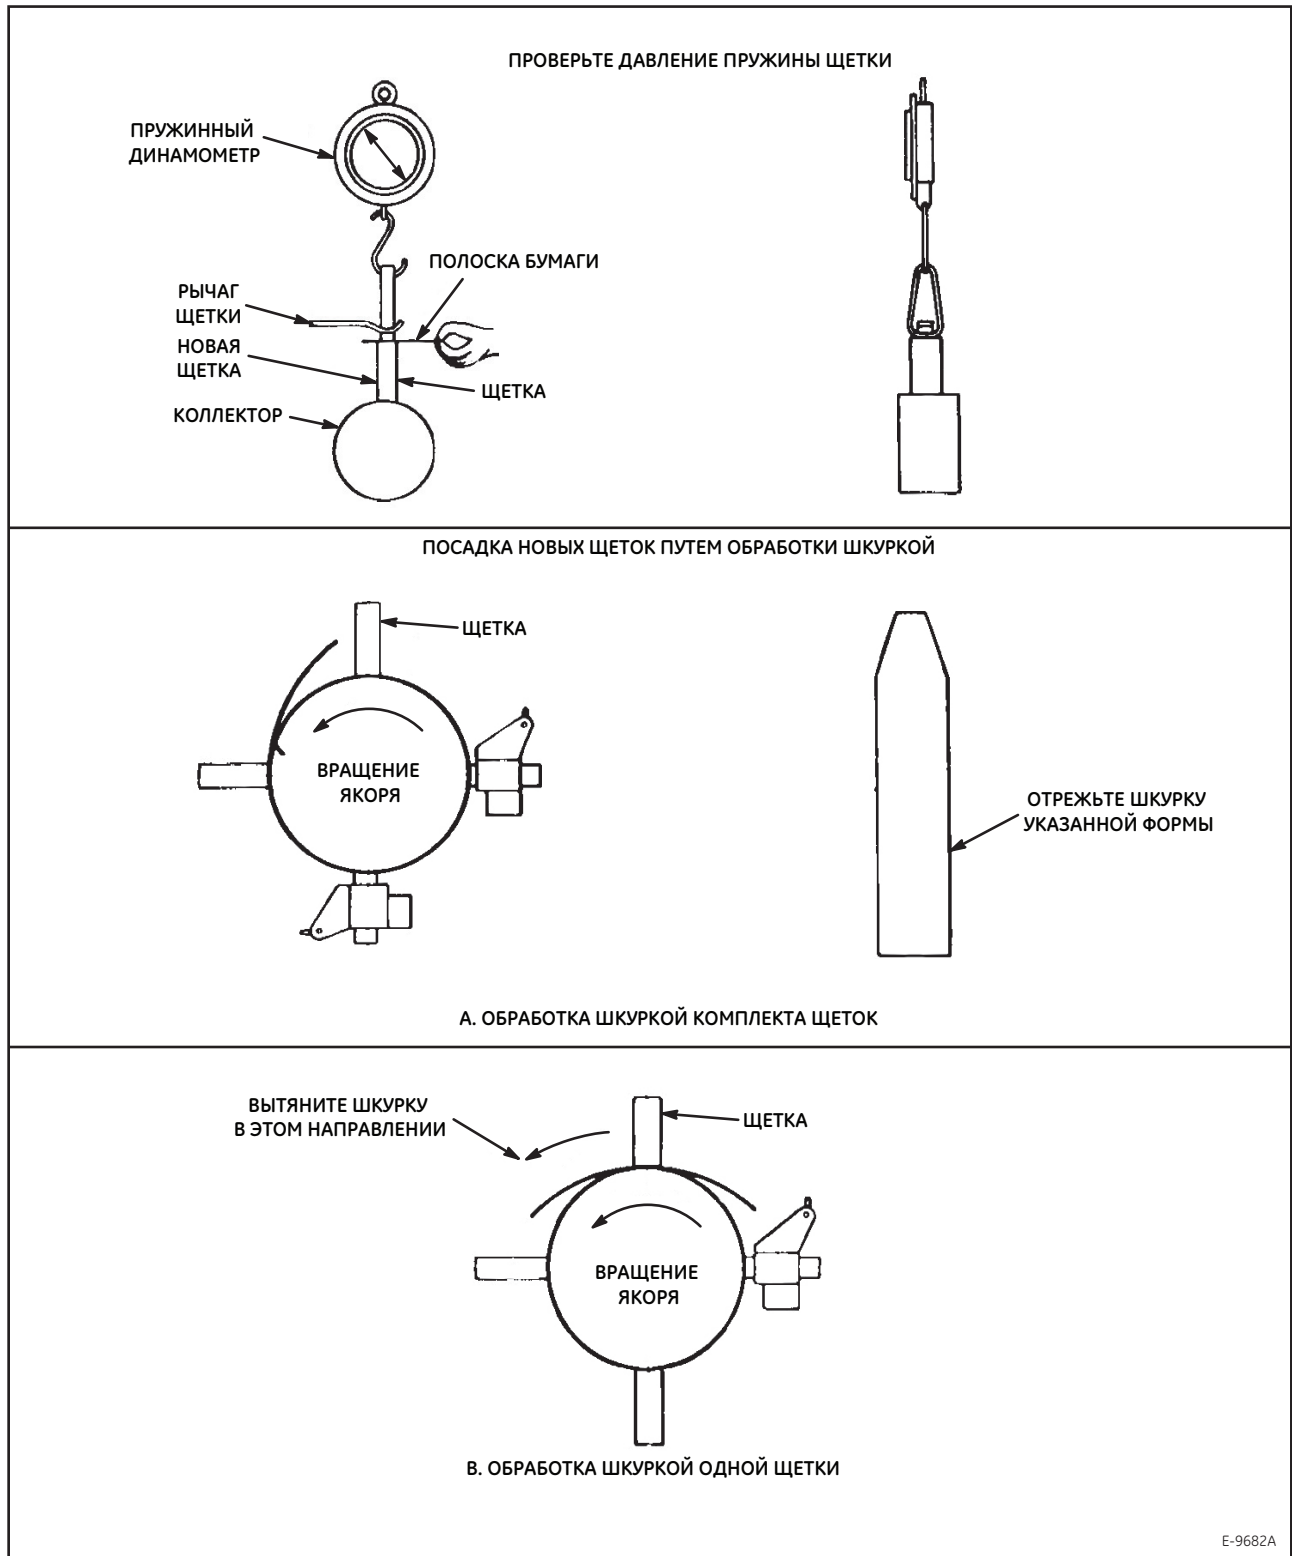

Рис. 4. Метод измерения давления пружины щетки и установка новых щеток
Поддерживайте необходимое давление щеток. Неравномерное распределение давления может привести к неравномерному распределению тока в щетках. Сведения о диапазонах значений давления и методах измерения давления пружин щеток приведены в разделах 6., *СВОДНЫЕ ДАННЫЕ* и Рисунок 4. При значительном снижении давления между рычагом и новой щеткой (если полоска бумаги, вставленная между рычагом и щеткой, выпадает) необходимо снять показания пружинного динамометра.
2. Монтаж полного комплекта новых щеток описан в Рисунок 4-А. Отрезать наждачную бумагу так, чтобы ее ширина равнялась ширине коллектора, а длина была достаточной, чтобы можно было обернуть ее вокруг коллектора на 1,25 оборотов. Вставить конец наждачной бумаги в паз коллектора, обернуть бумагой в направлении, противоположном вращению якорей, так, чтобы наждачная бумага удерживалась щетками при ручном вращении якорей.
3. Подгонка отдельных щеток описана в Рисунок 4.